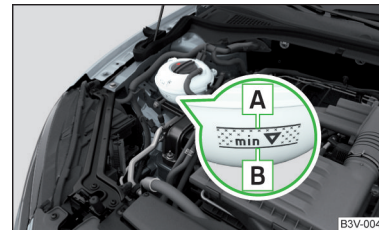

Abb. 230
Die Bezeichnung des Kühlmittels ist auf dem Kühlmittelausgleichsbehälter aufgeführt » **Abb. 230 auf Seite 219.**
- Das Kühlmittel nicht über die Markierung **A** auffüllen » **Abb. 230 auf Seite 219.**
Kühlmittelausgleichsbehälter » Abb. 230
► Den Kühlmittelstand am Kühlmittelausgleichsbehälter prüfen » Abb. 230.
Bei betriebswarmem Motor kann das Prüfergebnis ungenau ausfallen. Der Stand kann auch über der Markierung **A** » Abb. 230 liegen.